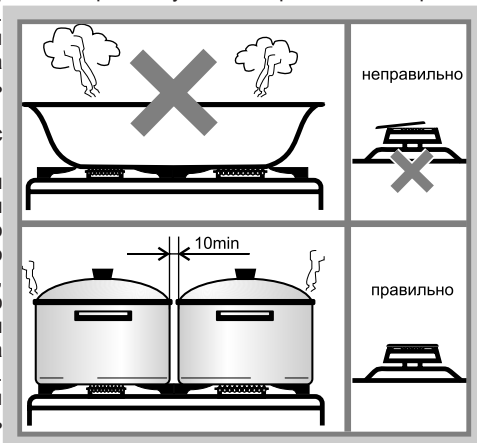

Рис.24
- Запрещается устанавливать на решетки какие-либо дополнительные рассекатели пламени и пользоваться горелками со смещенными крышечками (рис. 24). Это приведет к неполному сгоранию газа, а также может привести к разрушению стеклянной варочной панели или необратимому ухудшению внешнего вида варочной панели из нержавеющей стали.